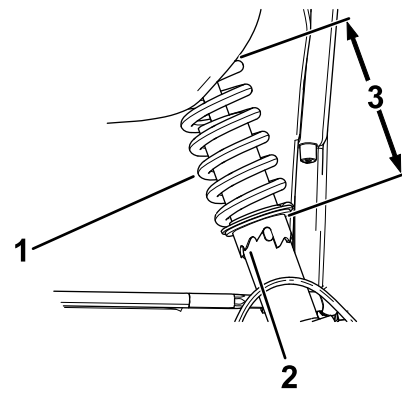

Figura 50
2. Si la caída de la rueda no está alineada, utilice la llave de gancho para girar el collarín del amortiguador y alinear la rueda (Figura 50).